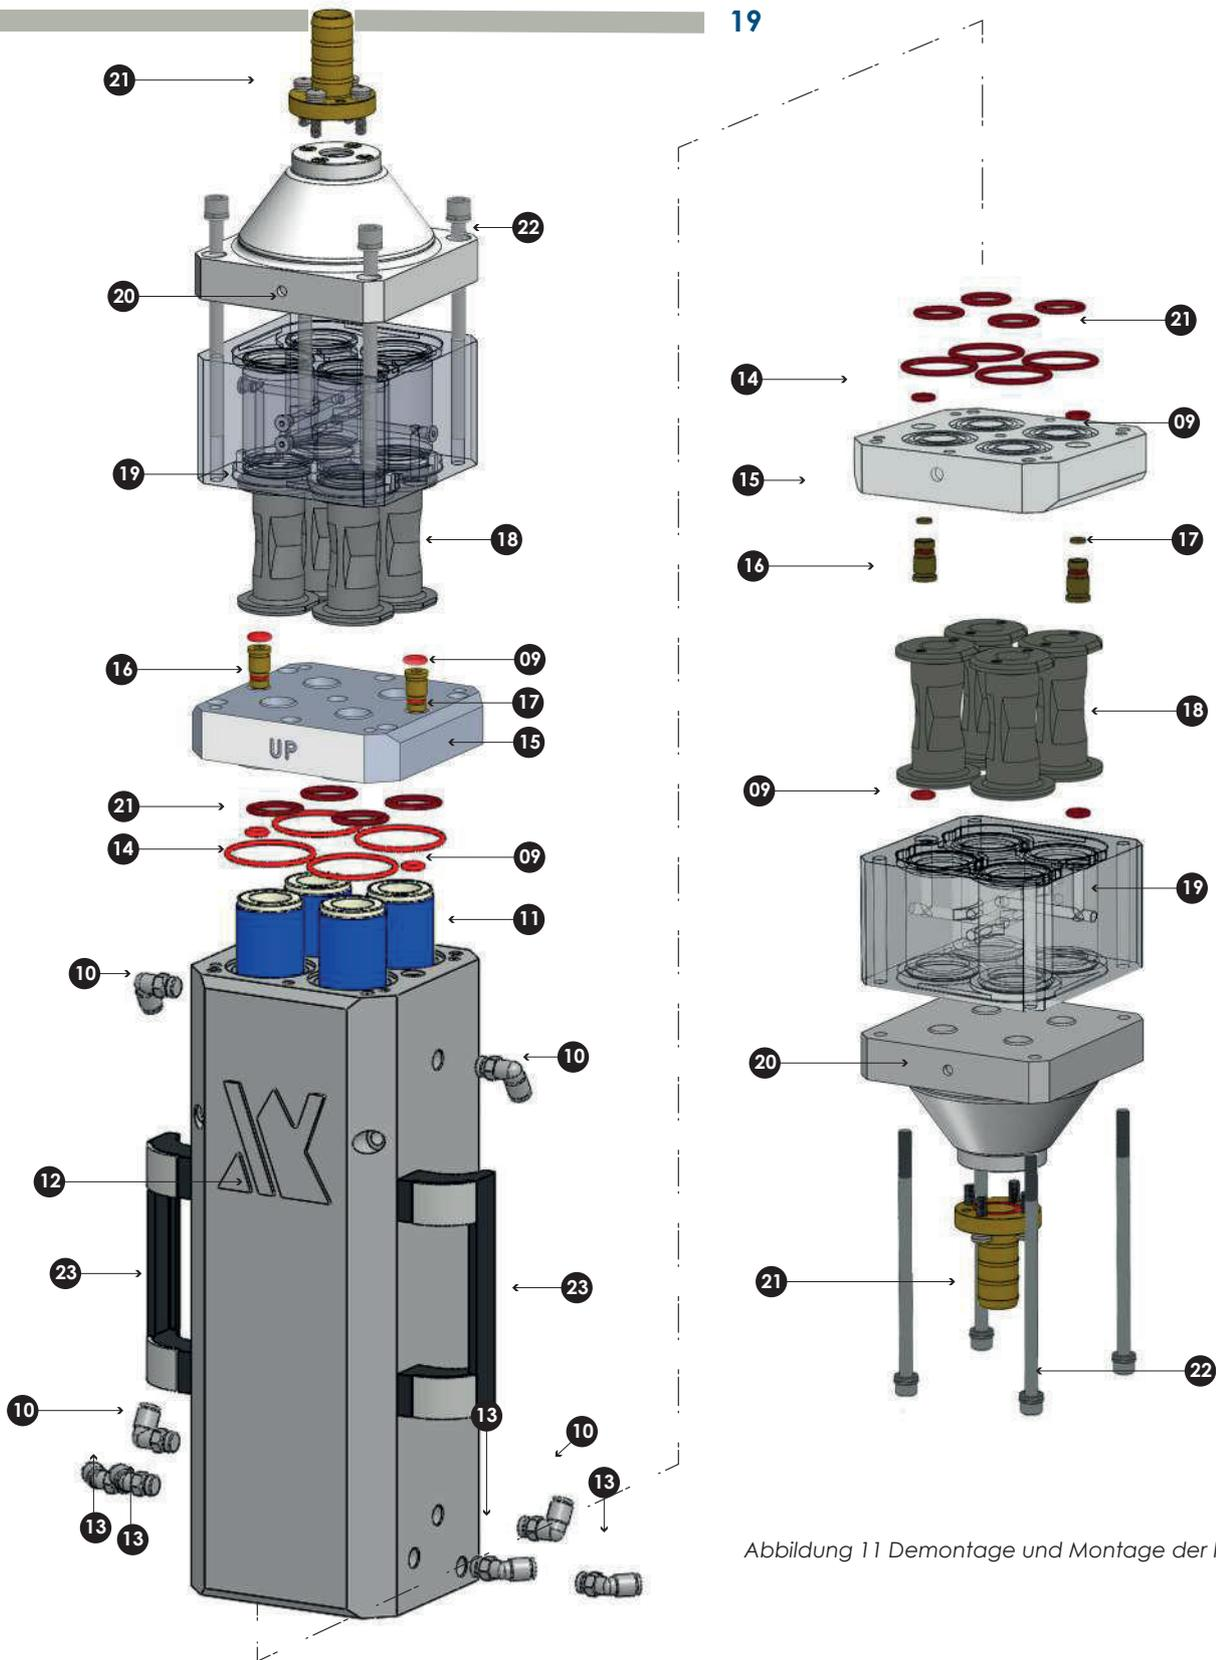

Abbildung 11 Demontage und Montage der Pumpe
6. Siehe Abbildung 11. Beginnen Sie mit den Fluidisierungsrohren und zerlegen Sie die Pumpe wie gezeigt.